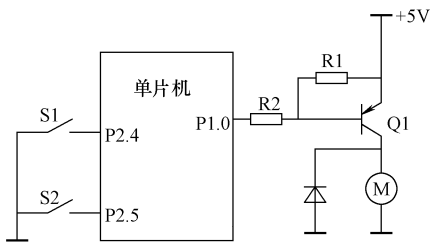
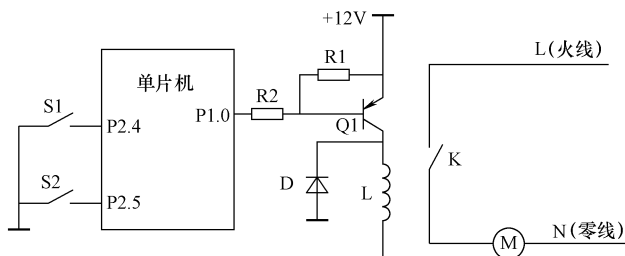

图 2-11 按钮控制直流电动机的起动和停止
图 2-12 按键控制交流电动机的起动和停止
(1) 任务书：设 S1 为起动按钮，S2 为停止按钮。点按 S1，直流电动机就转动，点按 S2，电动机停止。其电路如图 2-11 所示。
(2) 程序示例
将图 2-11 改为图 2-12,可控制交流电动机的起动和停止。当按键动作使 P1.0 输出低电平时,晶体管饱和导通,电磁继电器的线圈 L 得到直流电压,产生磁场力,使继电器的常开触点闭合(相当于开关 K 闭合),交流电动机 M 得电运转。当 P1.0 输出高电平时, Q1 截止,线圈 L 失电,继电器的常开触点断开(相当于开关断开),电动机停止运转。程序同上。